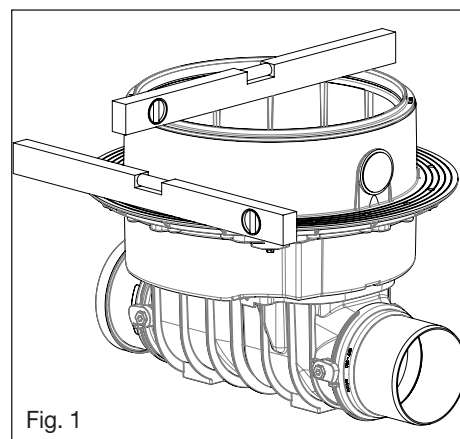
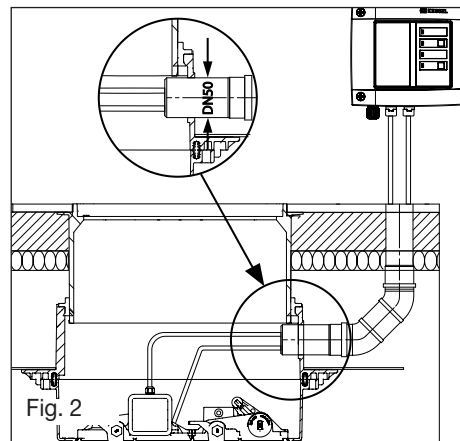
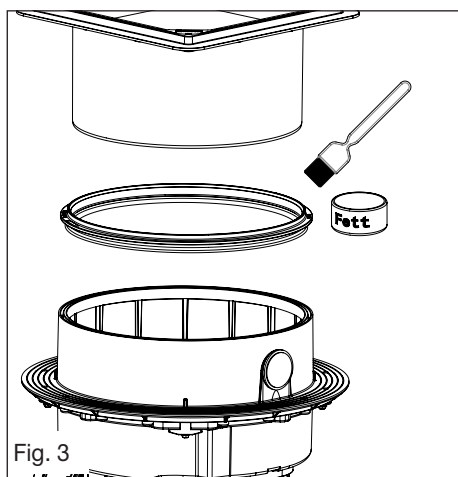

Fig. 1
Fig. 2
Fig. 3
C. Position durant période de pose (figure 3, vanne batardeau et d'exploitation partiellement ouverte).
Le corps principal du KESSEL-Staufix FKA doit être posé à l'horizontale (voir figure 1). Le raccordement des lignes électriques de la sonde et du moteur d'entraînement, il faut poser un tube vide pour câble qui est à la charge du maître de l'ouvrage (minimum DN 50, KESSEL recommande 2 x courbes 45 °) allant au moins jusqu'à la hauteur du sol fini (voir figure 2) et introduire le passe-câble dans la rehausse intercalaire du KESSEL-Staufix FKA. Poser le joint à lèvres de profil ci-joint dans la rainure de la rehausse intercalaire et graisser. Monter ensuite la rehausse télescopique (figure 3). Grâce à la rehausse télescopique, le KESSEL-Staufix FKA peut être adapté de manière continue à la profondeur de pose disponible. Les in-